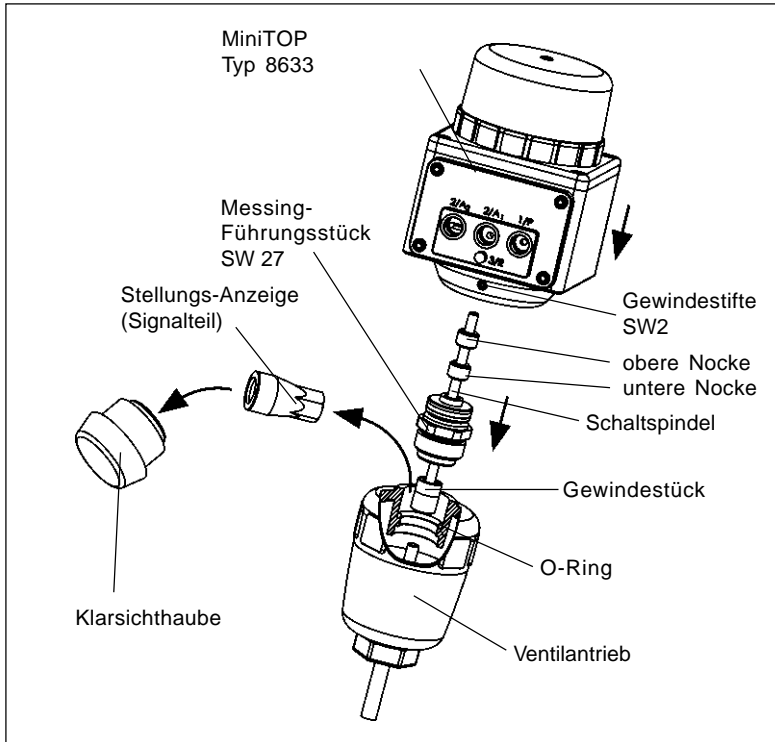

Bild 2: Montage des MiniTOP
- Fixieren Sie anschließend das MiniTOP-Gehäuse durch mäßiges Festziehen der zwei Gewindestifte mit Innensechskant SW2 (**max. 0,4 Nm**) an der Gehäuse-Unterseite (siehe Bild 2).
- ➔ Lösen Sie die seitlich im Gehäuse versenkten Gewindestifte (Innensechskant SW2) (siehe Bild 2).